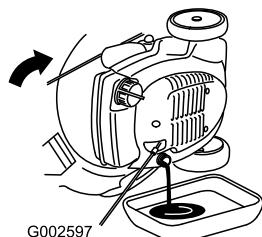

Figura 32
3. Vuelque el cortacésped hacia su lado **derecho** para drenar el aceite usado a través del tubo de llenado de aceite (Figura 32).